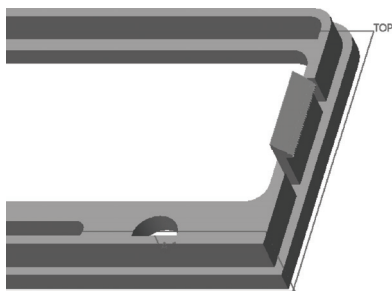

图 12-46 创建拉伸实体特征 2
6) 单击“拉伸”选项卡中的  (完成) 按钮, 完成创建的拉伸实体特征 2 如图 12-46 所示。